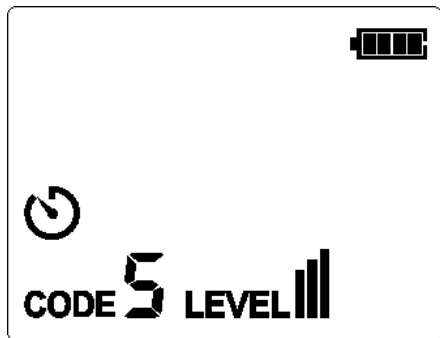

Figure 6.1.2a
2. L'émetteur est allumé par défaut (la transmission nest pas démarrée par l'émetteur), appuyez brièvement sur le bouton START/STOP pour arrêter la transmission lorsque la transmission est démarrée par l'émetteur. Lorsque vous appuyez brièvement sur le bouton LEVEL, le symbole LEVEL clignote pendant 0.5 s, comme indiqué à la figure 6.1.2a.